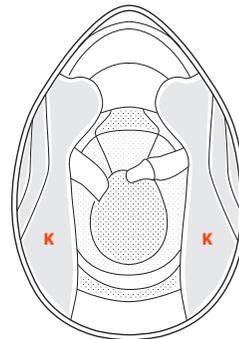

ABBILDUNG 9
**Seitliche innere Polsterungen: WANGENPOLSTER – K – Abbildung 9**